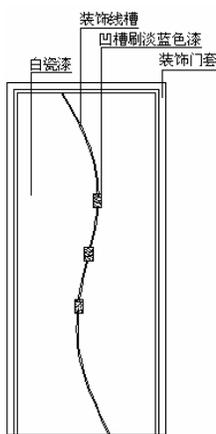

图 5-2-19
**STEP 03** 参照上面的 (1)、(2) 步的操作，标注出其他的文字，如图 5-2-19 所示。
对图 5-2-19 所示的门进行尺寸标注，如图 5-2-20 所示。